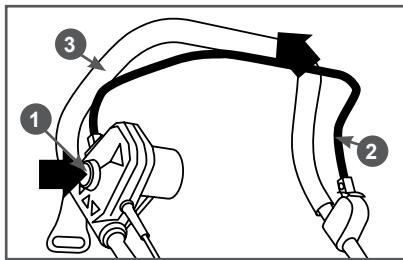

Рис. 10 Включение газонокосилки
1. Нажмите и удерживайте кнопку 1 блокировки (Рис. 10).
2. Прижмите скобу 2 выключателя (Рис. 10) к рабочей рукоятке 3.
- Чтобы выключить газонокосилку отпустите скобу 2 выключателя (Рис. 10).